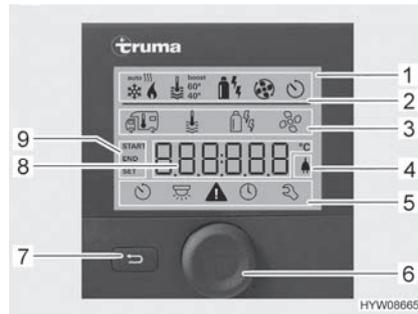
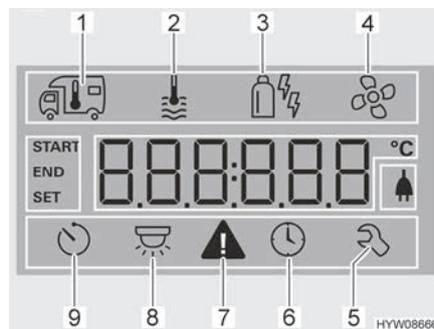

Fig. 94 Centralina di controllo con indicazioni
Fig. 95 Display (centralina di controllo)
- Riga di stato (Fig. 94,2)
- Riga di menu in alto (Fig. 94,3)
- Area di indicazione (Fig. 94,8)
- Riga di menu in basso (Fig. 94,5)
- Premere la manopola/il pulsante (Fig. 94,6) per circa 3 secondi. Vengono visualizzate entrambe le righe di menu (Fig. 94,3 e Fig. 94,5). Il primo simbolo lampeggia.
- Ruotare la manopola/il pulsante (Fig. 94,6), finché viene visualizzato il simbolo del menu desiderato.
- Premere la manopola/il pulsante per memorizzare il valore impostato. Se il valore impostato originariamente non deve essere modificato: Premere il tasto indietro (Fig. 94,7).
- Ruotare la manopola/il pulsante (Fig. 94,6), finché il simbolo del menu del riscaldamento (Fig. 95,1) lampeggia.
- Premere la manopola/il pulsante per memorizzare il valore impostato. Il simbolo nella riga di stato lampeggia (Fig. 94,2), finché viene raggiunta la temperatura impostata. Se il valore impostato originariamente non deve essere modificato: Premere il tasto indietro (Fig. 94,7).
- Ruotare la manopola/il pulsante (Fig. 94,6), finché il simbolo del menu relativo all'acqua calda (Fig. 95,2) lampeggia.
- Premere la manopola/il pulsante per memorizzare il valore impostato. Il simbolo nella riga di stato lampeggia (Fig. 94,2), finché viene raggiunta la temperatura dell'acqua impostata. Se il valore impostato originariamente non deve essere modificato: Premere il tasto indietro (Fig. 94,7).
- Ruotare la manopola/il pulsante (Fig. 94,6), finché il simbolo del menu relativo alla modalità di funzionamento (Fig. 95,3) lampeggia.
- Premere la manopola/il pulsante per memorizzare la modalità di funzionamento impostata. Se il valore impostato originariamente non deve essere modificato: Premere il tasto indietro (Fig. 94,7).
- Ruotare la manopola/il pulsante (Fig. 94,6), finché il simbolo del menu delle ventole (Fig. 95,4) lampeggia.
- Ruotare la manopola/il pulsante (Fig. 94,6), finché il simbolo del menu del timer (Fig. 95,9) lampeggia.
- Premere la manopola/il pulsante. Il timer è attivato. Il simbolo del timer (Fig. 95,9) lampeggia quando il timer è programmato e attivo.
In caso di avviso, il relativo simbolo lampeggia (Fig. 95,7). Il riscaldamento rimane in funzione. Se si tratta solo di un guasto temporaneo, il simbolo di avvertimento si spegne autonomamente.